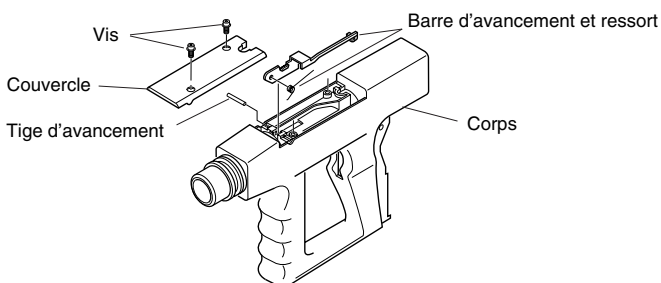

Figure 16 - Remise en place de la barre d'avancement
1. Replacer la barre d'avancement et le ressort dans le corps (consulter la Figure 16).
3. Replacer le couvercle sur le corps et aligner les orifices. Ajouter les vis et les serrer au moyen d'une clé Allen de 3 mm (consulter la Figure 16).